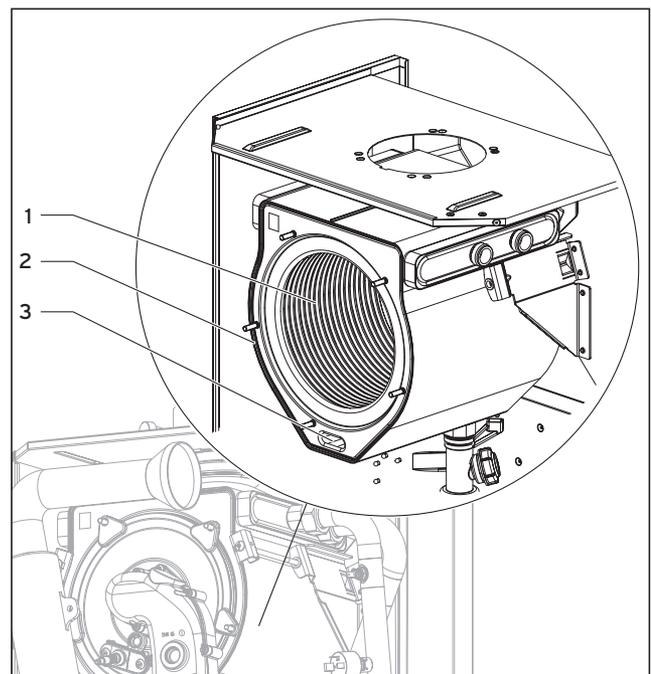

Abb. 7.6 Integral-Kondensations-Wärmetauscher reinigen
- Reinigen Sie die Heizspirale (1) des Integral-Kondensations-Wärmetauschers (2) mit einer handelsüblichen Essig-Essenz (Abb. 7.6). Spülen Sie mit Wasser nach.
- Über die Öffnung (3) kann auch der Kondenswasser-sammelraum gereinigt werden.